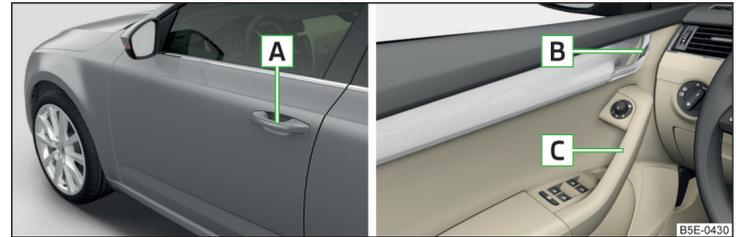

Abb. 37 Türgriff/Türöffnungshebel
- › Das Fahrzeug entriegeln und am Türgriff **A** » Abb. 37 der jeweiligen Tür ziehen.